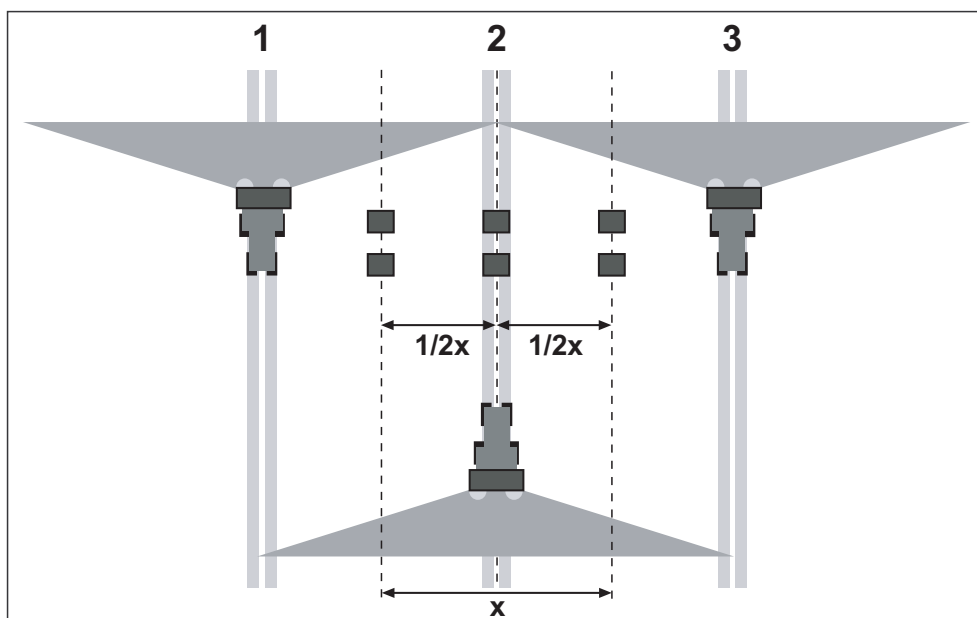

図 7.24: 3回走行の配置
- 図のように2つのトレーをオーバーラップゾーン（行路の間）に一列に置き（1 m 間隔）、1つはセンタートラックに配置します（図 7.24 を参照）。